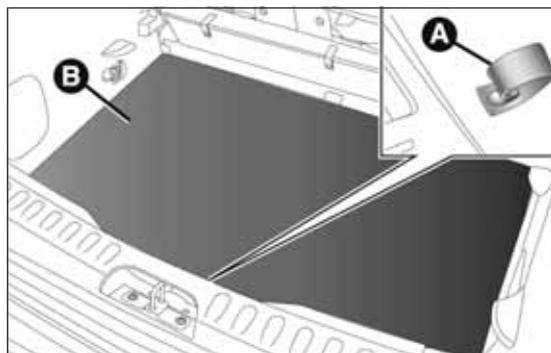

fig. 155
- abrir el maletero, tirar de la lengüeta A fig. 155 y levantar la alfombrilla de revestimiento B hacia arriba;